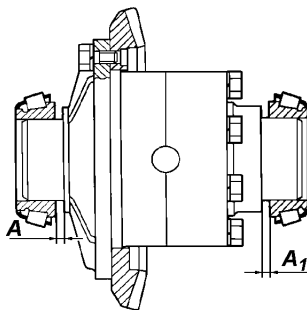

Рис. 5.16. Зазоры A и A_1 между торцами подшипников и коробки сателлитов
3. Отвинтить вновь крепежные детали, осторожно снять крышку, вынуть из картера моста дифференциал и щупом замерить зазоры A и A_1 (рис. 5.16) между торцами коробки сателлитов и торцами внутренних колец подшипников.